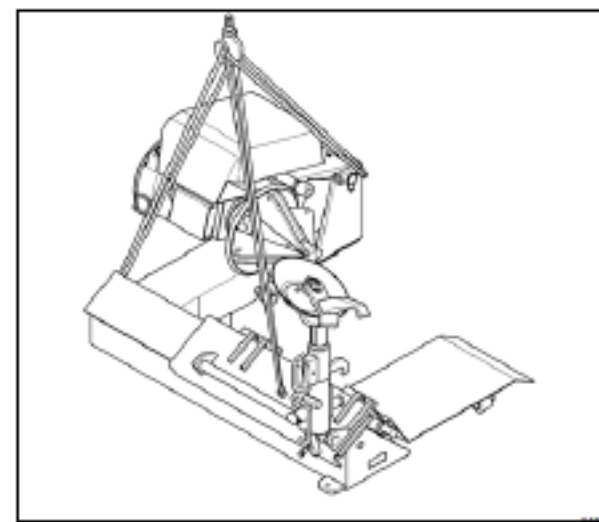

Рис.9
C. Перед подъёмом станка, убедитесь что патрон зажимного устройства полностью закрыт, рычаг зажимного устройства опущен а каретка находится в положении согласно Рис.9.
D. Отсоедините болты прикрепляющие станок к деревянному поддону. Поднимайте станок применяя только два подъёмных троса или ремня соответствующей длины и прочности (300 см) (Рис.9).